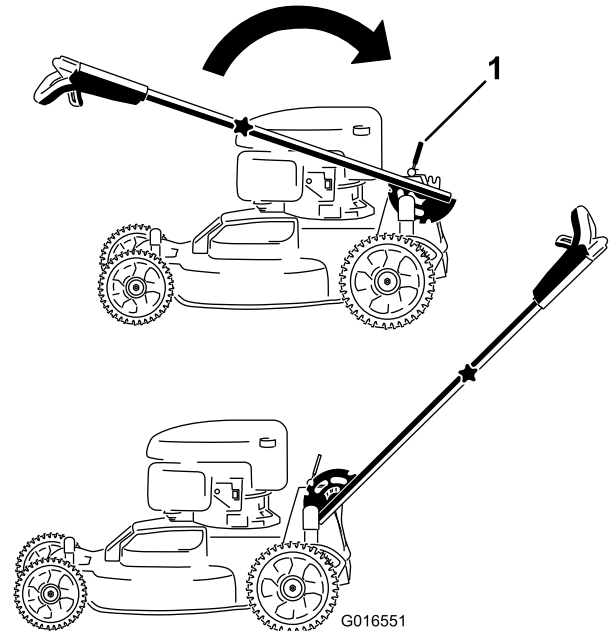

**Bild 3**
1. Drehen Sie den oberen Holm so, dass er in den unteren Holm eingesteckt ist (Bild 3); ziehen Sie die beiden Handräder an, um den oberen Holm zu arretieren (Bild 4).